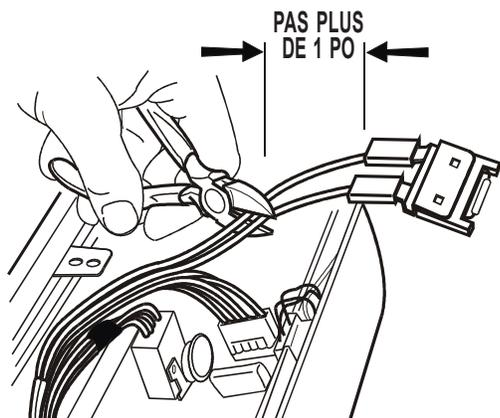

FIGURE 1
2. Ouvrir la porte; ôter les six (6) vis fixant la console de commande sur le composant interne de la porte; rabattre PRUDEMMENT la console vers l'avant et vers le bas.
3. Soulever puis couper les deux (2) fils du câblage existant (noir et noir/blanc) connectés au C.C.T. (couper à environ un pouce du connecteur). Voir Figure 1.